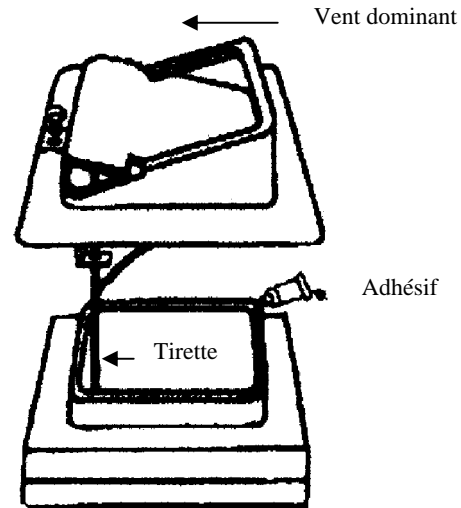

Figure 5. Installation du registre
A. Si vous installez le registre Lyemance en haut de la cheminée, suivez les instructions fournies avec le registre. La Figure 5 montre